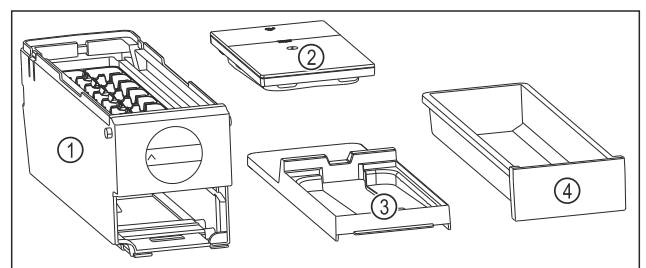

Fig. 84 Компоненти EasyTwist-Ice
- ▶ EasyTwist-Ice складається з чотирьох частин. (див. Fig. 84)
- ▶ Розбирайте EasyTwist-Ice тільки на зображені компоненти. (див. Fig. 84)
- ▶ Очистіть корпус EasyTwist-Ice Fig. 84 (1) без розбирання.